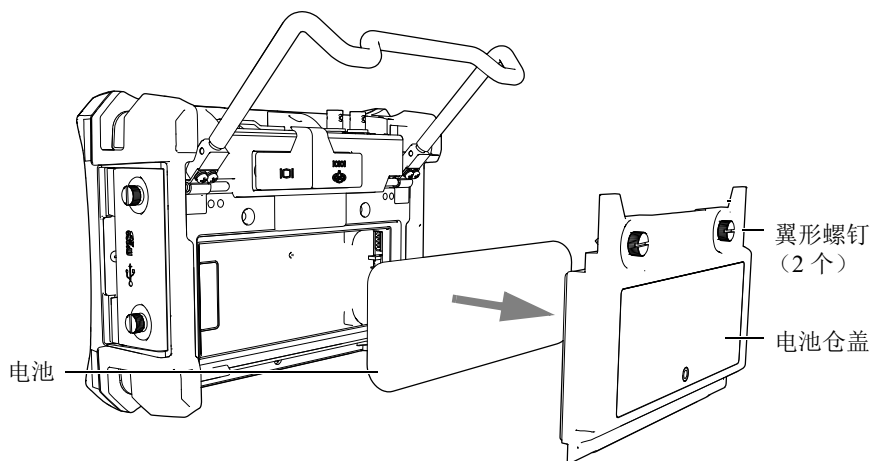

图 1-10 拆下电池仓盖和锂离子电池
2. 在仪器背面，拧松固定电池仓盖的两个翼形螺钉，拆下电池仓盖（参见第 30 页的图 1-10）。
3. 拆下已安装的锂离子电池（如果有）[参见第 30 页的图 1-10]。